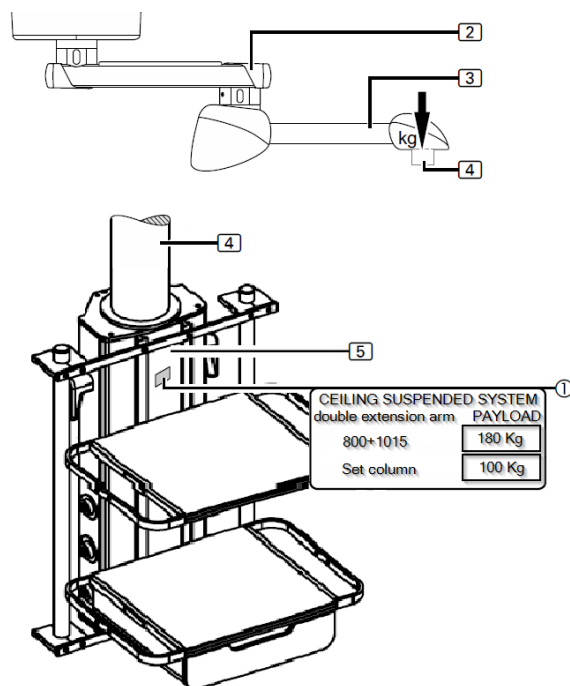

Fig.22 Emplacement de l'étiquette de la charge utile
Le poids propre du tube de descente (4) et de la tête de service (5) doit être soustrait de la capacité de charge maximale du système de suspension. Cette valeur correspond à la capacité de charge maximale (charge utile). Dans l'exemple illustré à la figure 22, il y a un ensemble bras d'extension et bras motorisé avec une capacité de charge de 180 kg, la charge utile maximale est de 100 kg après soustraction du poids propre de la tête de service et est indiquée sur l'autocollant (1) de la tête de service.